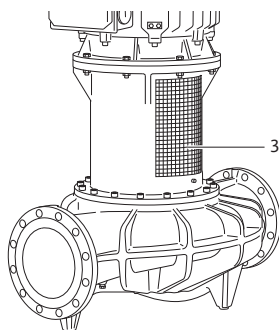

Fig. 48: Paigaldatud ühenduse kaitseplaat
- Käitage pumpa vaid paigaldatud ühenduse kaitseplaatidega (Fig. 48, nr 3).